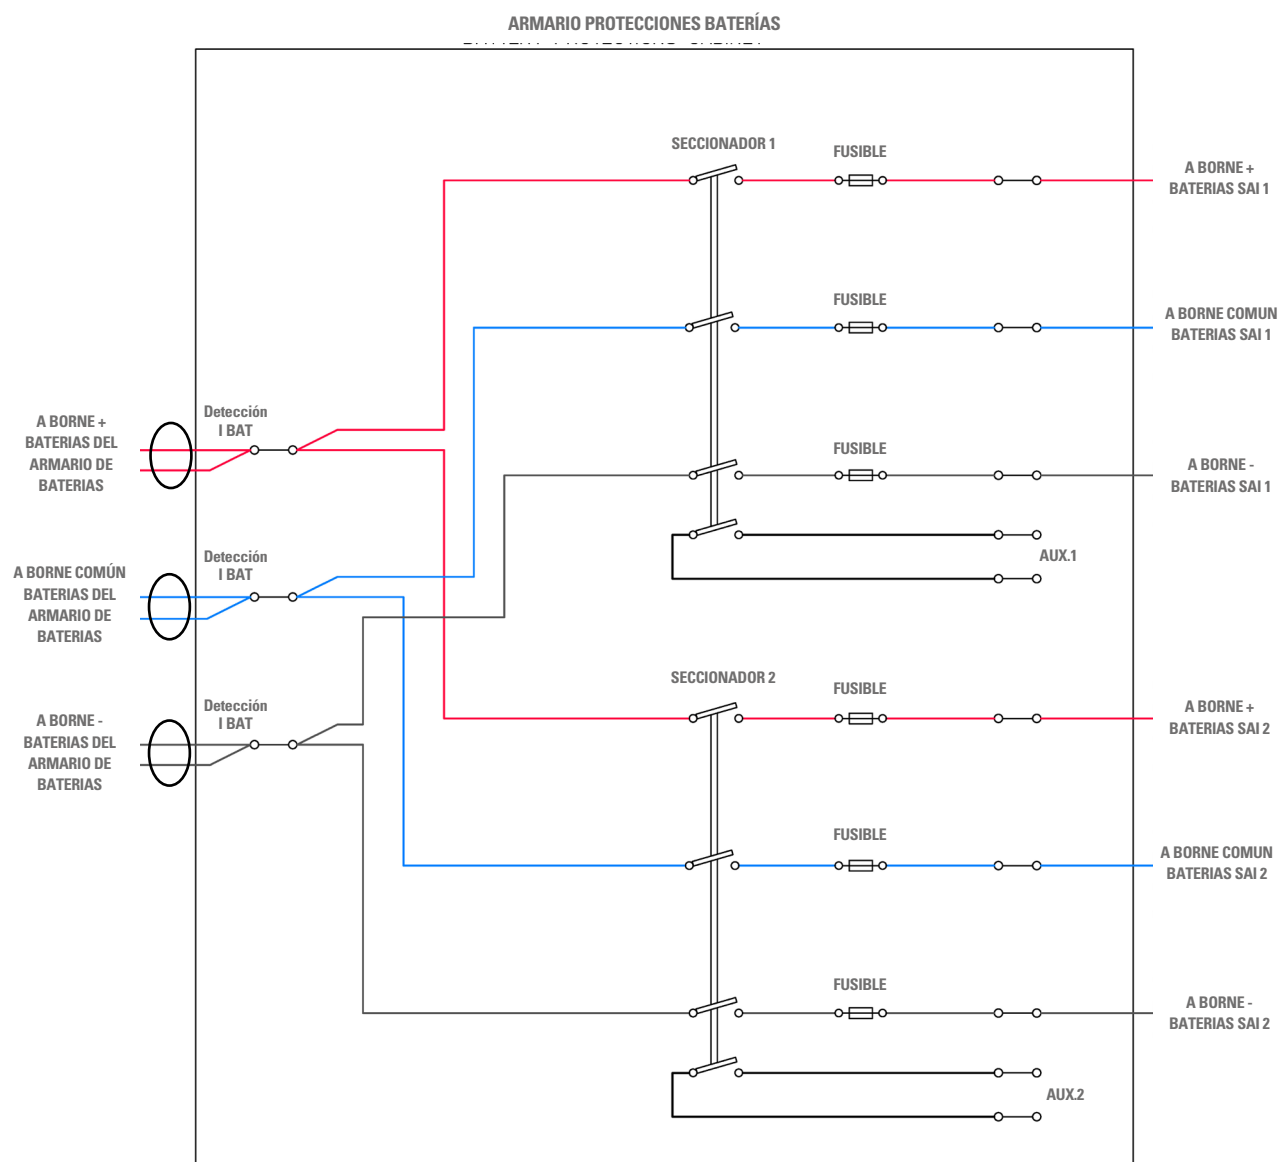

Fig. 52. Esquema del cuadro de protecciones de la batería común..
- La batería común se conecta a un cuadro de protecciones, cuyo esquema es el que se representa en la siguiente Fig. 52: